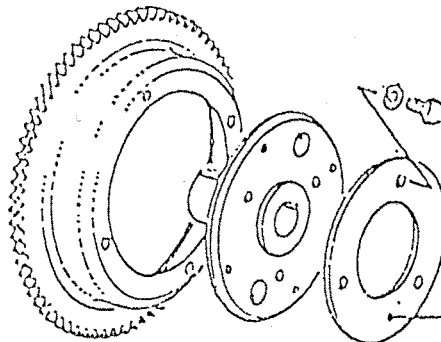

Bild 1
- 1.1. Abdeckscheibe (wenn vorhanden) abschrauben (Bild 1).